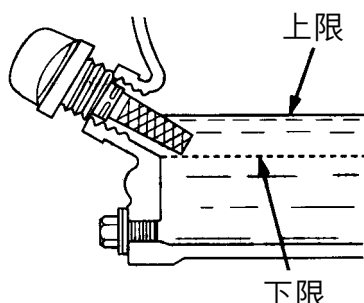

图15. 发动机油量油尺（油位）
4. 如果油位偏低（图15），加注表3中所列推荐类型的油到加油口边沿。参考表2了解发动机最大油量。